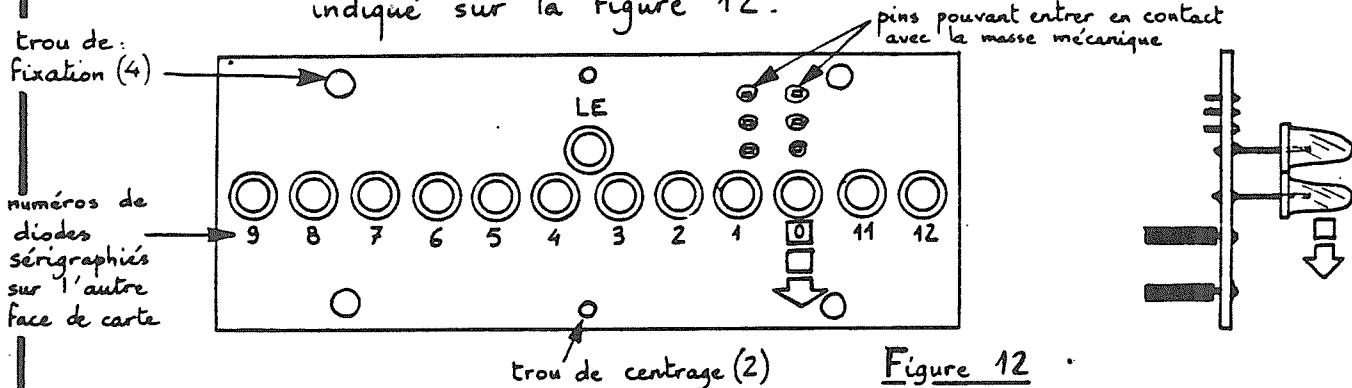

Figure 12
Pour cela enlever les 4 vis cruciformes de fixation de cette carte et, éventuellement, coller un petit morceau d'isolant sur l'arête du châssis proche de cette "pin" - (scotch isolant) (voir fig. 12)
c'est la diode électroluminescente 0 de la carte "light source" (voir fig. 12) qui est mal alignée optiquement
- Ⓐ — Pousser légèrement du doigt la diode incriminée dans le sens indiqué sur la figure 12.
Si une erreur de lecture se produit, déterminer la diode électroluminescente en cause et la pousser dans le sens contraire à celui indiqué sur la figure 12.